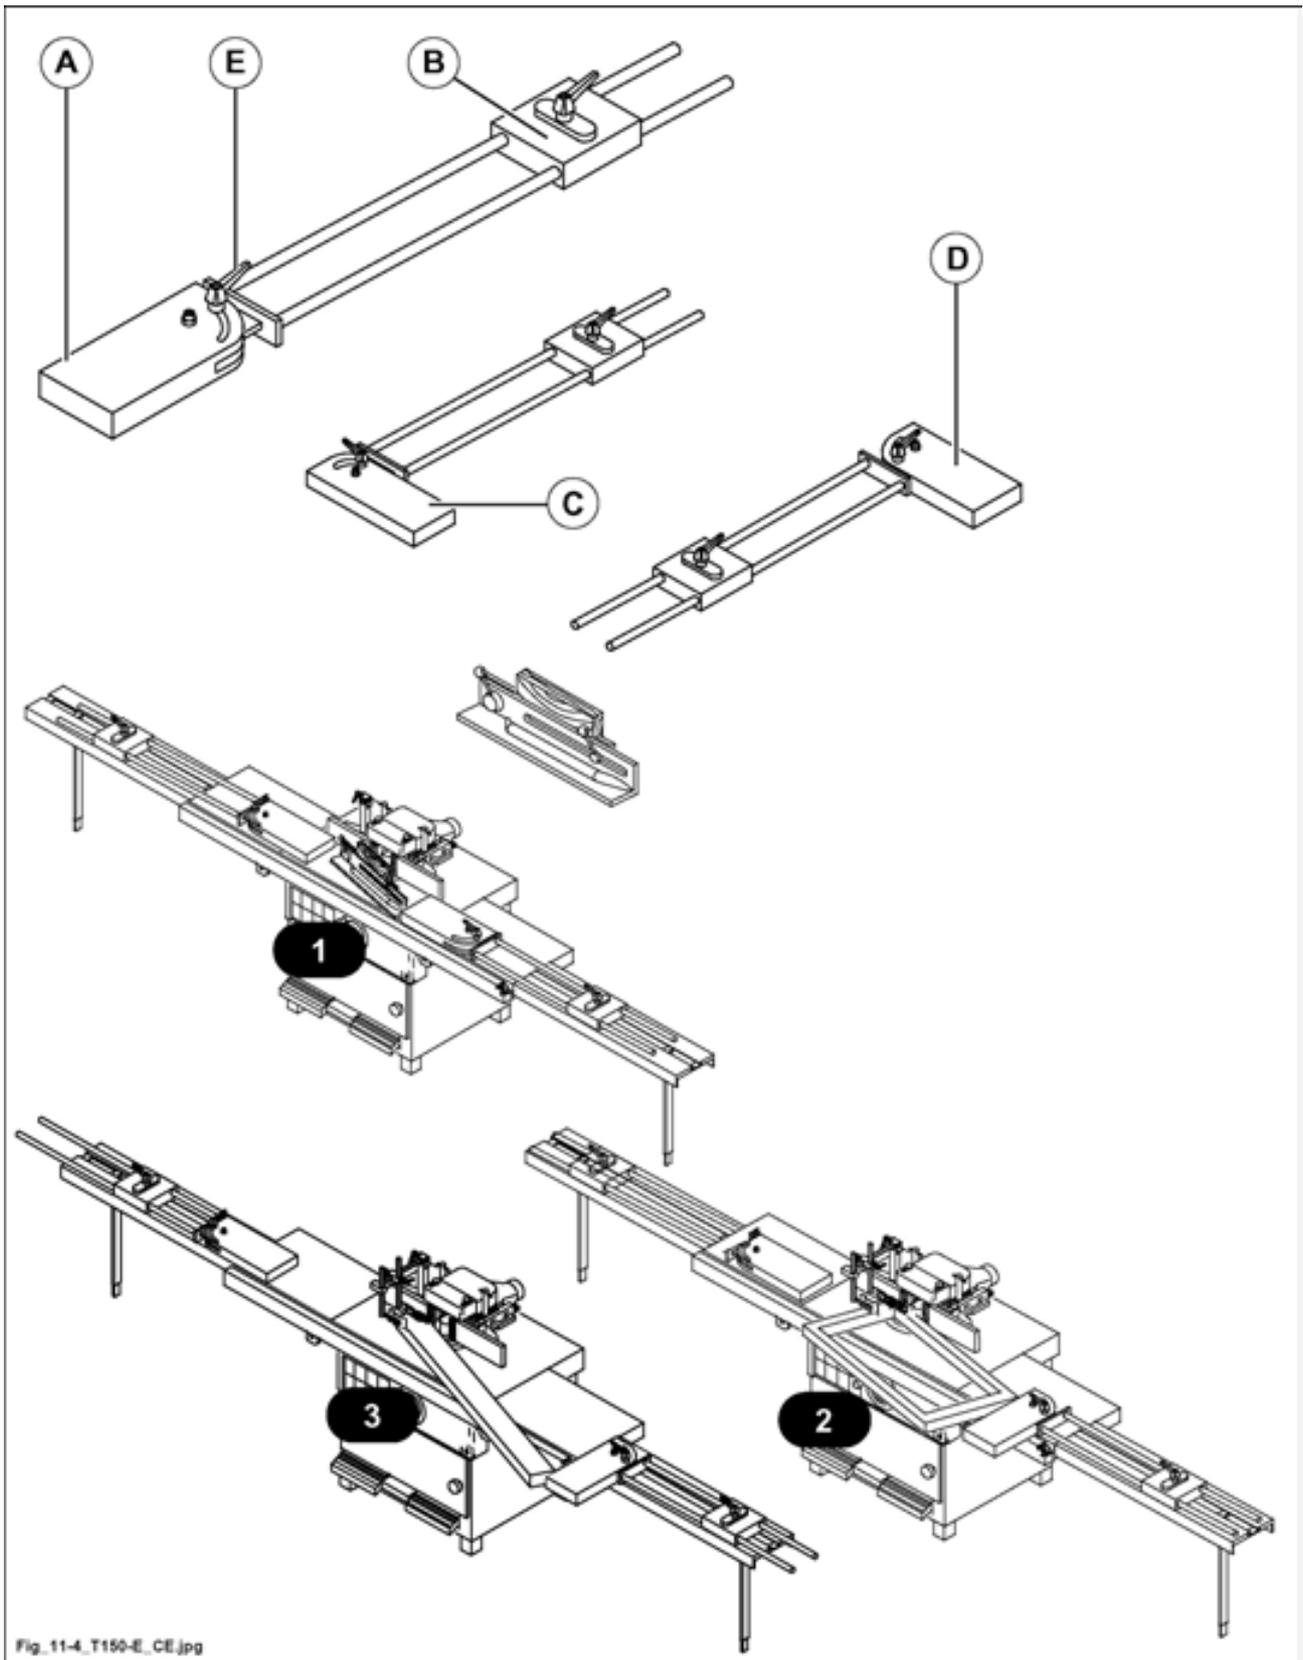

Fig. 11.4
Cette butée réglable est formée par les pièces suivantes (fig.11.4):
En utilisant sur le côté droit le guide barre (B fig.11.4), elle doit être enlevée des barres, tournée de 180° et de nouveau introduite.
Enfin dévisser la poignée de serrage (E fig. 11.4) de la butée transversale (A fig. 11.4), tourner la butée de 90° et visser la poignée (E fig. 11.4) sur l'autre côté.
- (1 fig. 11-4) fraisage non passant de pièces courtes avec gabarit de serrage
- (2 fig. 11-4) Fraisage non passant de châssis.
- (3 fig. 11-4) Fraisage non passant de pièces longues.